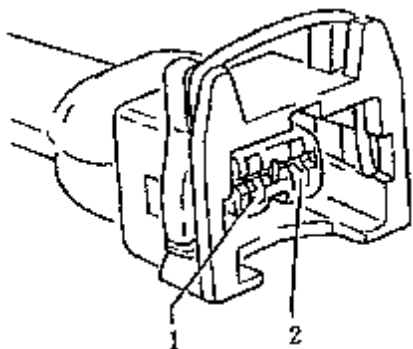

图 5-11 喷油器导线插头
(1) 检测时喷油器的保险丝是否完好。如果不正常应先更换。
(2) 拆下被检测的喷油器的导线插头, 在端子 1(图 5-11)及发动机搭铁之间串接二极管检测灯 V. A. G1527。
(3) 起动机运转几秒钟（允许发动机起动），二极管检测灯应当亮。如二极管检测灯亮，检测喷油器的触发情况，如二极管检测灯不亮，检测端子 1（图 5-11）到燃油泵继电器之间的导线是否有断路故障，如有应排除。
从被检测的喷油器上拆下电线插头，在端子 2（图 5-11）及蓄电池的正极之间串接二极管检测灯 V.A.G1527。起动机运转几秒钟（允许发动机起动），二极管检测灯应闪亮。需注意当电流消耗很小时，二极管检测灯在两次闪亮中间保持暗亮，在闪亮时非常亮。
把便携式万用表 V.A.G1526（电压测量档）串接在搭铁及触点之间（图 5-11），使起动机短时工作（允许发动机短时起动），其电压规定值为蓄电池电压。如没达到规定值，通过保险丝检测端子 1 到燃油泵继电器的导线是否断路或短路和检测增压控制电磁阀的触发情况。
把检测盒 V.A.G1598/22 接到发动机控制单元的线束上（图 5-11），检测线束的导线是否断路或对正极、对负极短路（增压控制电磁阀端子 2 与检测盒 V.A.G1598/22 端子 64 之间）。如需要，排除断路/短路